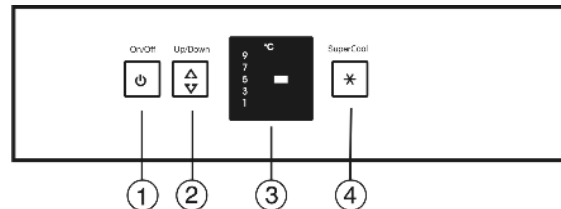

Fig. 2
- Taste On/Off Fig. 2 (1) drücken.
- Temperaturfunktion aufrufen: Einmal Einstelltaste *Fig. 2 (2)* drücken.
- Einstelltaste *Fig. 2 (2)* so oft drücken bis die LED der gewünschten Temperatur leuchtet.
- Taste SuperCool *Fig. 2 (4)* kurz drücken.